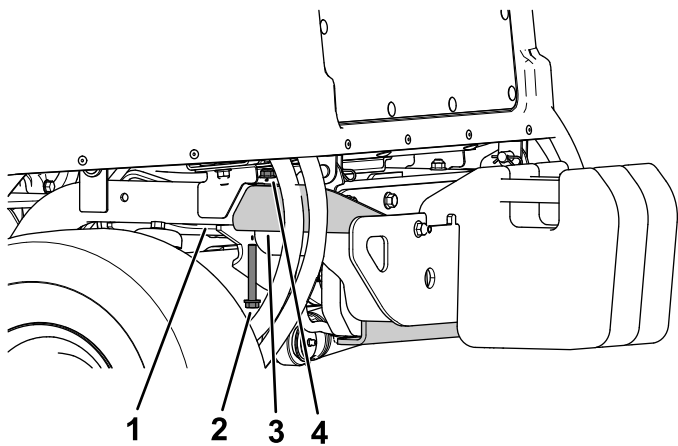

Figura 21
1. Scoateți urubul cu guler (3/8 x 2 3/4") și piulița cu guler (3/8") care fixează bara de protecție de cadrul tubular din spate de pe fiecare parte a barei de protecție (Figura 21).